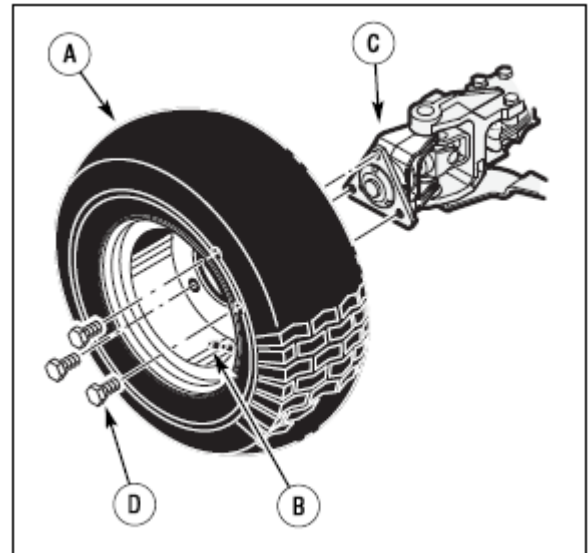

Рис. 40:
1. Установите колесо на ступице и закрепите с помощью трех болтов (рис. 40).